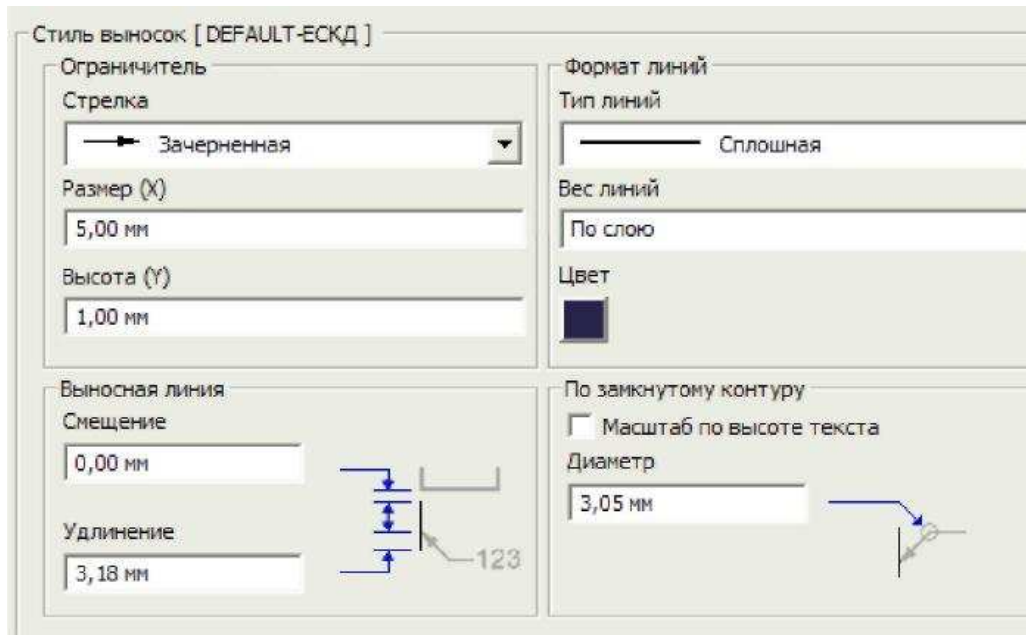

Рис. 98
2) Откройте ветвь **Выноски** – задайте **размер стрелки 5 мм** (Рис. 98).